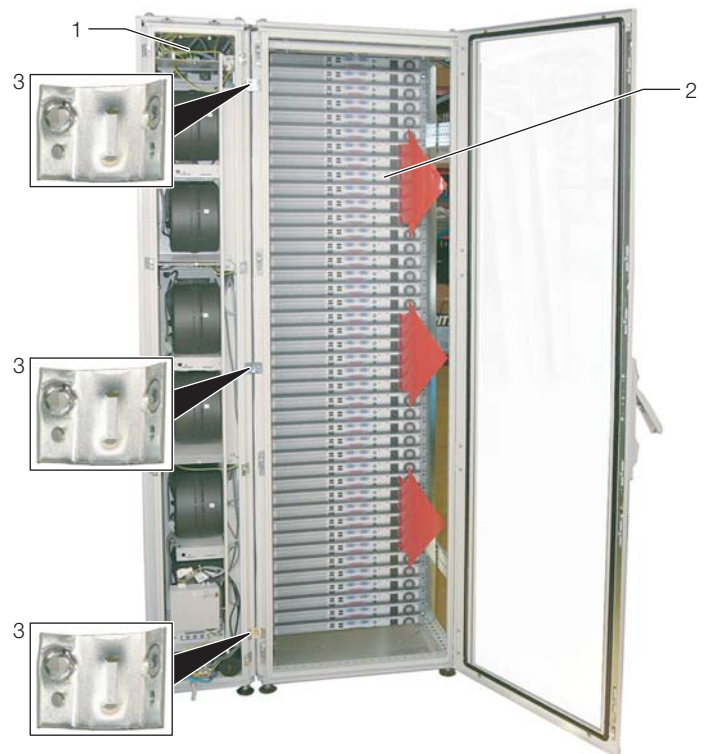

Abb. 28: Liquid Cooling Package am Serverschrank (Rückseite)
- Befestigen Sie je drei Anreihverbinder (Abb. 28, Pos. 3) mit Befestigungsschrauben an den vorgesehenen Befestigungspunkten in den Montageleisten auf der Vor- und Rückseite des Liquid Cooling Package (Abb. 28, Pos. 1).
- Befestigen Sie die Anreihverbinder (Abb. 28, Pos. 3) mit den zugehörigen Befestigungsschrauben an den vorgesehenen Befestigungspunkten in den Montageleisten auf der Vor- und Rückseite des Serverschranks (Abb. 28, Pos. 2). Drücken Sie u.U. das Liquid Cooling Package leicht gegen den Serverschrank, um die Anreihverbinder mit den Befestigungspunkten zur Deckung zu bringen.